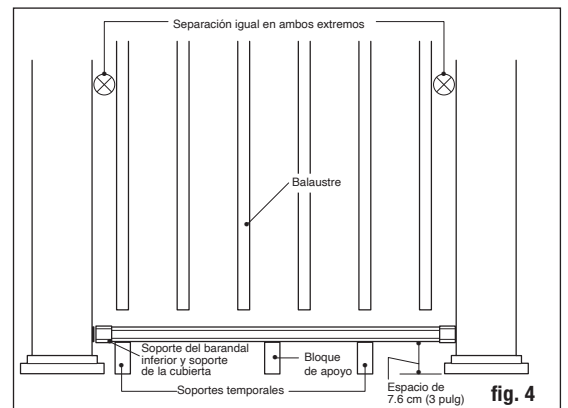

fig. 4
Paso 6 Mida la distancia entre las coberturas de poste instaladas para determinar la longitud de los barandales superior e inferior. Posicione el barandal inferior al lado de los postes usando soportes temporales de 7.6 cm (3 pulg) y ajústelo de modo que la distancia entre el primer agujero de balaustre y el poste sea mayor a 5.1 cm (2 pulg.) e igual en ambos extremos (consulte la fig. 4). Marque el barandal. Corte el barandal inferior. Corte el barandal superior con el mismo espaciamiento y longitud.
Paso 7 Para el barandal de 183 cm (6 pies), encuentre el centro de la cara inferior del barandal inferior y sujete el conector de balaustre incluido al bloque de apoyo usando el tornillo incluido. (Para el barandal de 244 cm (8 pies), divida la longitud del barandal entre tres para encontrar la ubicación de los bloques de soporte. Después fije los conectores de balaustre incluidos con los bloques de soporte, usando los tornillos incluidos). Consulte los códigos de construcción para ver el espacio máximo entre la superficie de la terraza y la parte inferior del barandal (espacio libre). Este barandal está diseñado para dejar un espacio libre de 7.6 cm (3 pulg) ver (fig. 4). Si es necesario, recorte el bloque de apoyo a la altura determinada (fig. 5) **Taladre dos agujeros de drenaje de 6 mm (1/4 pulg.) que atraviesen la parte inferior del barandal, para evitar la acumulación de agua. Centre los agujeros de drenaje entre las posiciones de dos balaustres, ya que el balaustre puede bloquear el canal y evitar que el agua se drene correctamente.**